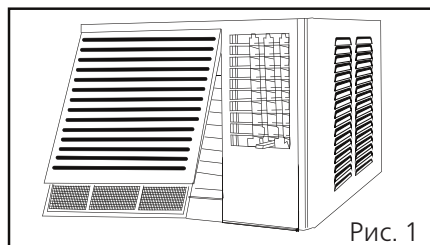

Рис. 1
1. Снимите переднюю панель (см. рис. 1).